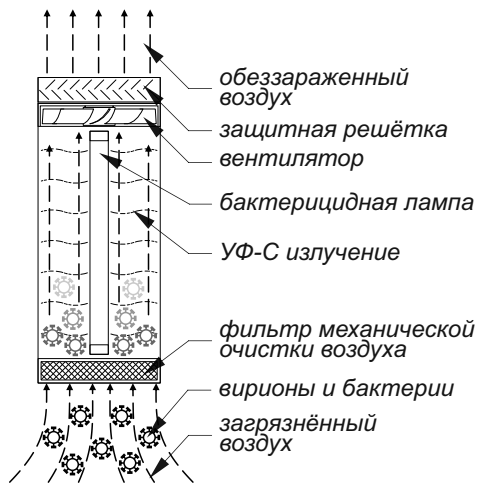

Рисунок 1. Общая конструкция и принцип действия бактерицидного облучателя закрытого типа
1.3. Облучатель-рециркулятор состоит из корпуса, образованного основанием и крышкой, внутри которого размещены от одной до пяти бактерицидных ультрафиолетовых ламп низкого давления, являющихся источником УФ-С излучения в полосе с максимумом ~254 нм. Принудительная циркуляция обеспечивается одним или несколькими электрическими вентиляторами. На входе воздушного потока установлен фильтр. Фильтр и вентиляторы закрыты защитными решётками. Корпус образует закрытую камеру облучения и предотвращает выход УФ-С излучения. На внешней поверхности корпуса размещены органы управления и индикации. Общая конструкция рециркулятора показана на рис. 1. Количество вентиляторов и их производительность, количество ламп и их мощность, в зависимости от исполнения, указаны в Таблице 4.